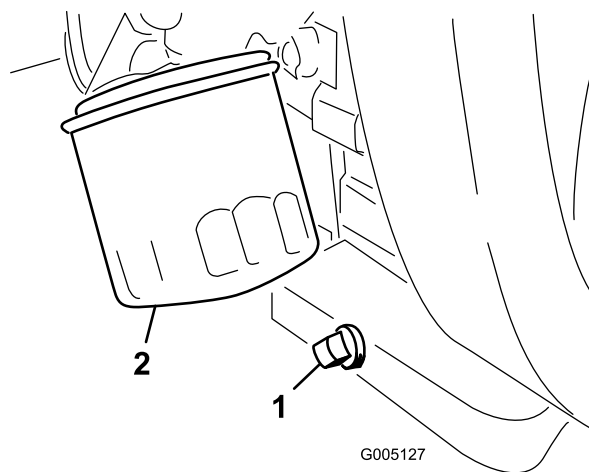

Figura 44
- Togliete il tappo di spurgo (Figura 44) e lasciate defluire l'olio in una bacinella. Quando l'olio cessa di defluire, rimontate il tappo.
- Togliete il filtro dell'olio (Figura 44). Spalmate un leggero strato di olio pulito sulla nuova guarnizione del filtro.